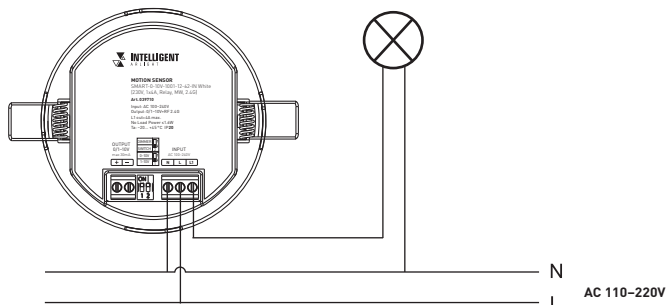

Рис. 2. Схема подключения датчика движения к недиммируемому источнику света (с использованием релейного выхода 230 В)
3.2. Подключите устройство согласно схемам, приведенным на рис. 2, 3 или 4.